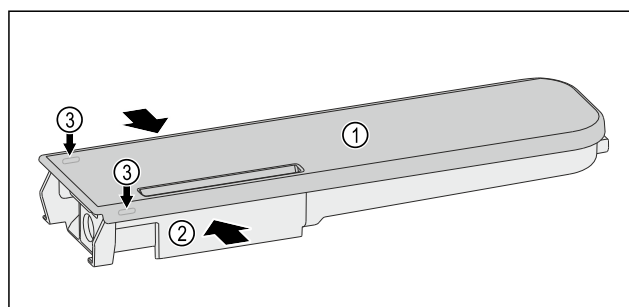

Fig. 220
- Presăți rezervorul de apă Fig. 220 (2) împreună și trageți cu grijă capacul Fig. 220 (1) peste ciocurile opritoare Fig. 220 (3) și trageți-l în sus.
- ▶ Mișcați ușor capacul Fig. 220 (1) înainte și înapoi și scoateți-l în sus.